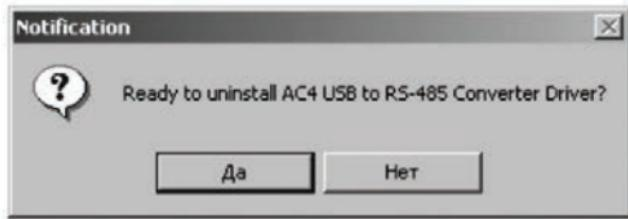

Рисунок 6.6
- подтвердить удаление, нажав кнопку «Да» в появившейся форме (рисунок 6.6);